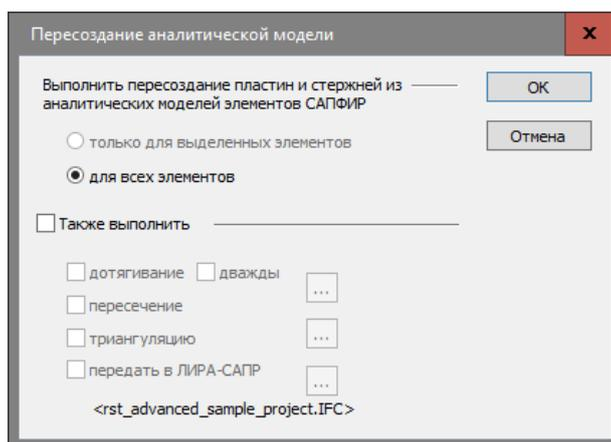

Рис.15.35. Диалоговое окно Пересоздание расчетной модели
- Перейдите на вкладку **Аналитика** и вызовите диалоговое окно **Пересоздание аналитической модели** (рис.15.35) щелчком по кнопке  - **Обновить с контролем параметров** в раскрывающемся списке **Обновить** на панели **Расчетная модель: создание**.